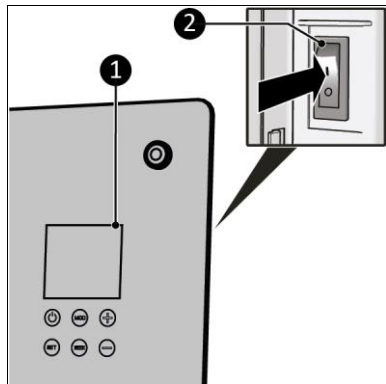

Abbildung 16
1. Stellen Sie den EIN/AUS-Schalter auf EIN (Abbildung 16, Pos. 1).
2. Die Anzeige (Abbildung 16, Pos. 2) zeigt AUS an.